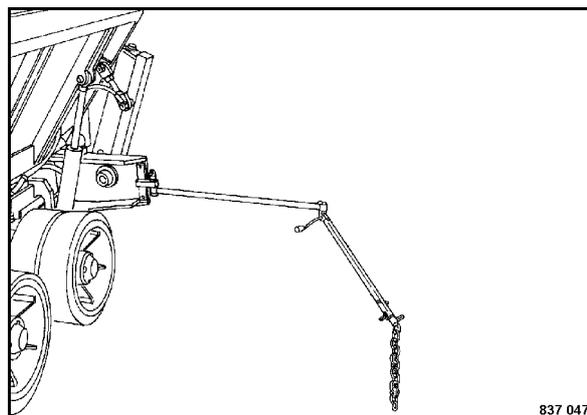

Fig. 95
- Guidare la finitrice al punto d'inizio del lavoro e allineare l'asta di guida con il lato della strada o la fune di guida (Fig. 95).